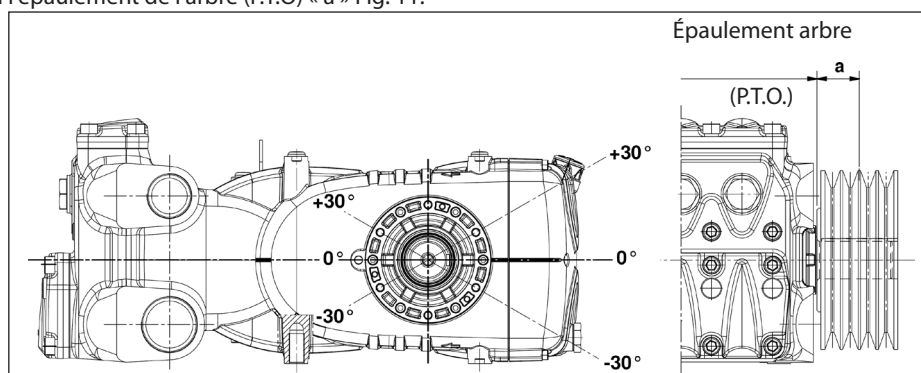

Fig. 11
La transmission est considérée appropriée si une telle charge est appliquée à une distance maximum de $a = 40$ mm de l'épaule de l'arbre (P.T.O) comme l'indique la Fig. 11.
- b) Utiliser des courroies à haut rendement - par exemple **XPB** au lieu de **SPB** - car il sera nécessaire d'avoir une quantité inférieure de courroies égales à la puissance transmise et par conséquent une distance inférieure de la résultante par rapport à l'épaule de l'arbre (P.T.O.) « a » Fig. 11.
- e) Contrôler la direction de la tension de la courroie comme l'indique la Fig. 11 : pour d'autres nécessités, contacter le **Bureau Technique** ou le **Service d'Assistance Clients**.